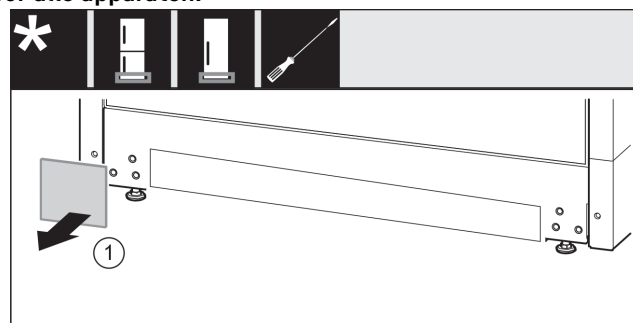

Fig. 16
- Afdekking Fig. 16 (1) wegnemen.